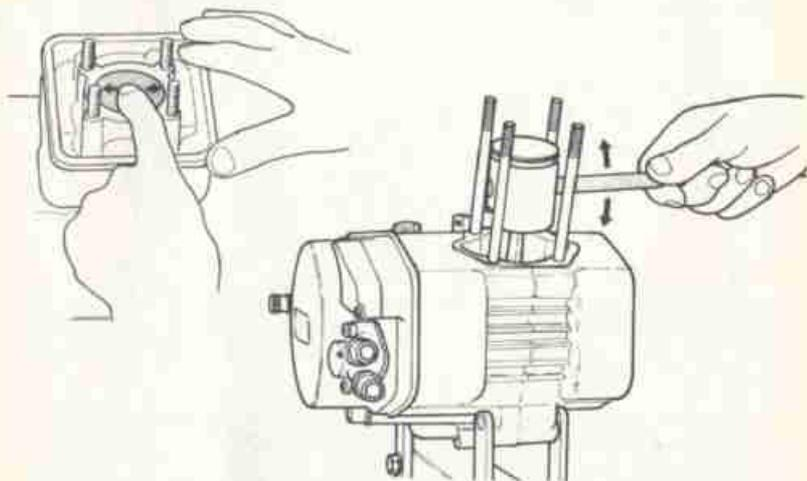

FIG. 51 Squadratura biella
- 21) PRIMA del montaggio del cilindro conviene controllare la perpendicolarità della biella. Per fare ciò occorre che il pistone sia senza segmenti, quindi infilare il cilindro e portare il pistone al Punto Morto Superiore. Spostare ripetutamente il pistone prima in un senso poi nell'altro lungo la direttrice dello spinotto e verificare se esso tende a mantenere la posizione impostagli la squadratura va bene, se invece il pistone viene richiamato significa che la biella è leggermente storta, quindi smontare il cilindro e utilizzando una spina infilata nello spinotto, flettere leggermente dalla parte opposta per raddrizzarla (fig. 51). Verificare nuovamente come sopra descritto che si sia raggiunta la condizione ottimale.